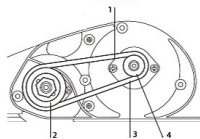

Рис. 3
5.2. Замена ремня (рис. 3).
- Снимите приводный ремень (рис. 3). Взявшись одной рукой за ремень (1), другой рукой поверните барабан (2).
- Потяните ремень в сторону и снимите со шкива барабана (3) и приводного колеса (4).